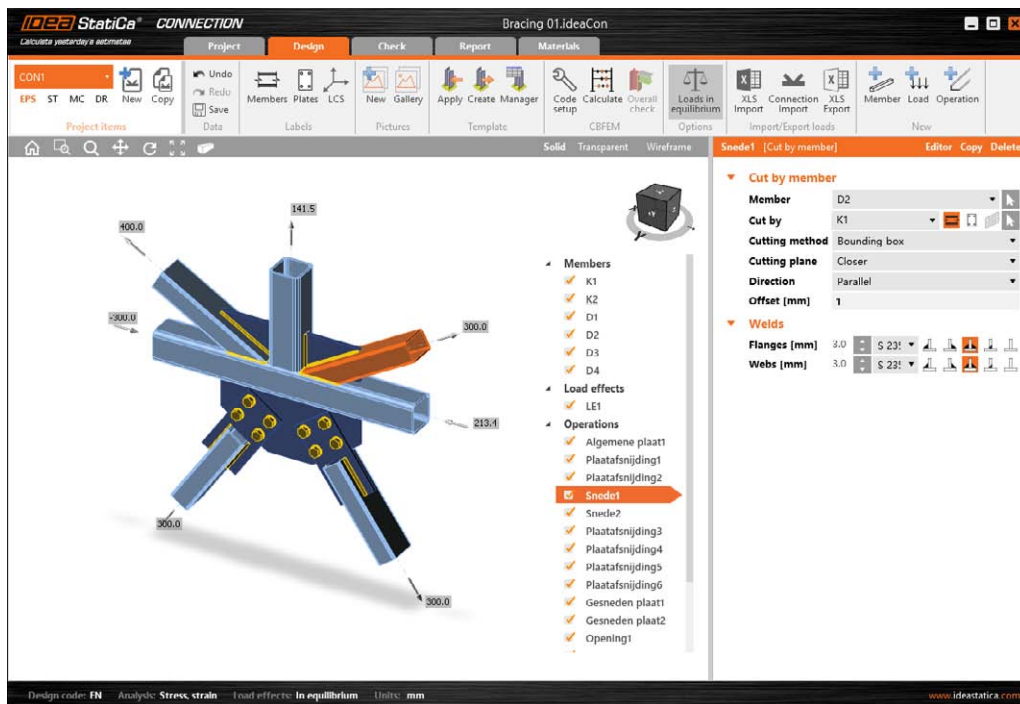
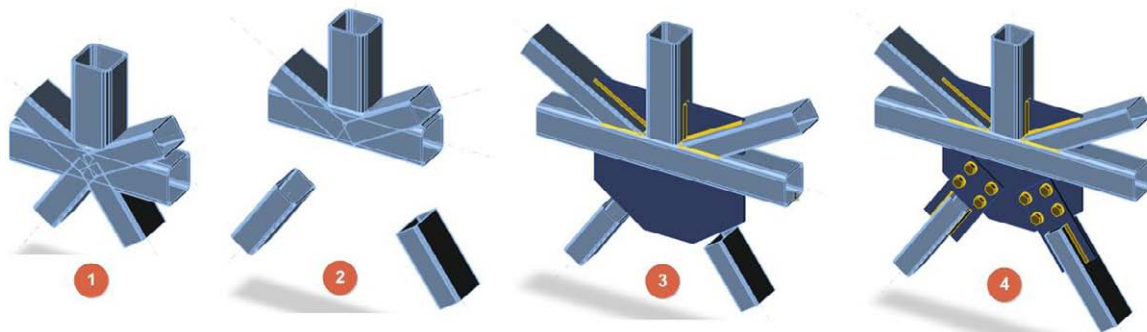

图 1 IDEA 软件的操作界面
图 2 基于构件和操作的流程化建模
IDEA StatiCa Connection (后续简称 IDEA) 是一款全新的钢结构节点设计与分析软件, 在数分钟之内即可创建复杂的钢节点模型并完成加载、计算、校核及输出报告等各项工作。如图 1 所示, IDEA 采用的 Ribbon 式图形用户界面共分为 Project、Design、Check、Report 以及 Materials 五个选项卡, 主窗口用于显示三维的钢节点模型和构件、荷载及操作列表。主窗口右侧的属性窗口用于显示当前构件、荷载或操作的各种参数或数据, 供用户选择或修改。
IDEA 采用基于构件和操作 (Operation) 的流程化建模, 整个建模过程如同在生产车间内逐步加工制造整个钢节点。对于图 1 所示的平面框架节点, 用户可采用图 2 所示的工作流程生成用于有限元分析的复杂的钢节点模型。其中, ①代表用于整体计算的杆系模型; ②调整部分构件的空间位置; ③添加节点板及构件间的焊缝连接; ④添加连接板及构件间的螺栓连接和焊缝连接。在上述流程化建模的任一环节中, 用户均可修改构件或操作的各种参数和数据 (如板厚、焊缝形式、螺栓数量等), 实时更新钢节点的几何模型。